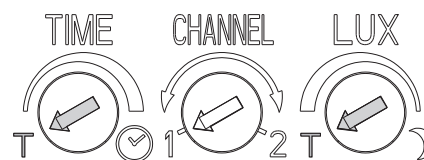

FIG. 10
Verificação da funcionalidade do detector de movimento antes de testar o eventual telecomando IV. Coloque os reguladores da duração (TIME) e da luminosidade (LUX) na posição (T) de TESTE. (FIG. 10) Insira a alimentação eléctrica (ex. o interruptor de parede S1-S3). A luz acender-se-á e permanecerá acesa durante cerca de 1 minuto (período de aquecimento) para depois se desligar automaticamente. Caminhe (ou movimente-se) no interior da área de detecção específica: a luz permanecerá constantemente acesa. Ao cessar o movimento, a luz apagar-se-á após 1 seg.